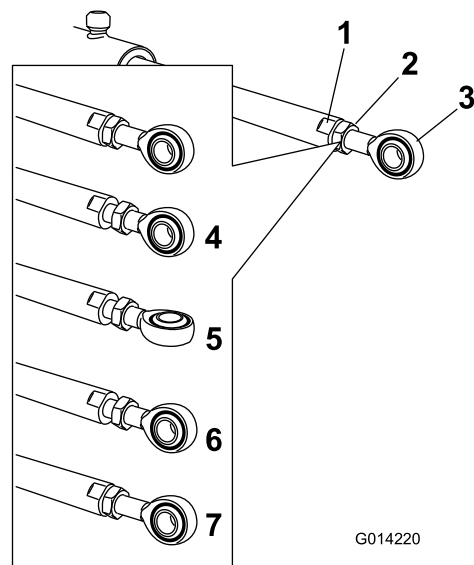

Figure 110
5. Placez une clé sur les méplats de la tige de vérin pour l'immobiliser, puis desserrez l'écrou de blocage (Figure 110).
6. Tournez le côté tige du vérin pour raccourcir ou allonger le vérin déployé à la position voulue (Figure 110).